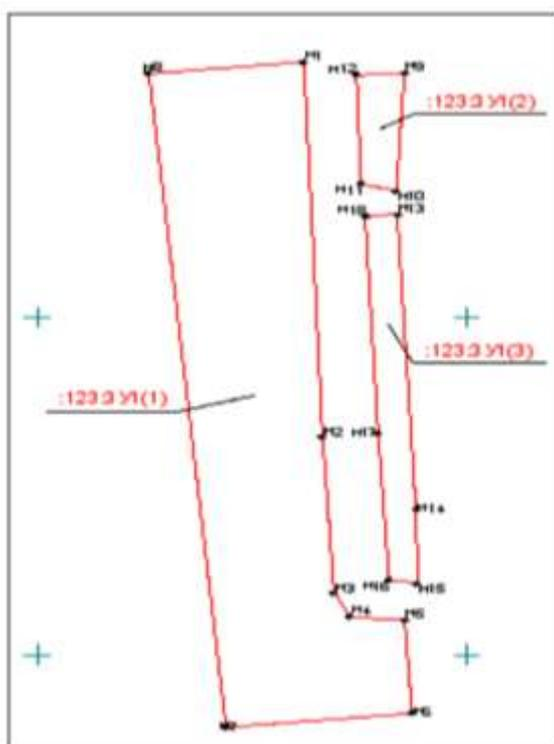

Рисунок 19– Окно с многоконтурным объектом ЗУ
- В окне параметров задайте параметры: **Начальный номер** (раздел **Нумерация точек**) – «9», в поле **Расположение** (раздел **Параметры подписей**) – *Снаружи*, **Обозначение** объекта – (2), **Метод определения координат** – *Спутниковые геодезические измерения*; **Способ закрепления точек** – *Долговременный межевой знак*; **Погрешность** точек – 0,05; **Формула расчета СКП** – *Вычисление СКП осуществлено ... полевых материалов*. Примените построение.
- В окне параметров задайте параметры: **Начальный номер** (раздел **Нумерация точек**) – «13», в поле **Расположение** (раздел **Параметры подписей**) – *Снаружи*, **Обозначение объекта** – (3), **Метод определения координат** – *Спутниковые геодезические измерения*; **Способ закрепления точек** – *Долговременный межевой знак*; **Погрешность точек** – 0,05; **Формула расчета СКП** – *Вычисление СКП осуществлено ... полевых материалов*.
8. При необходимости отредактируйте местоположение подписей объектов (кадастровые номера, номера точек поворота границы) с помощью команды **Межевой план/ Подпись/ Редактировать** (рис. 19).